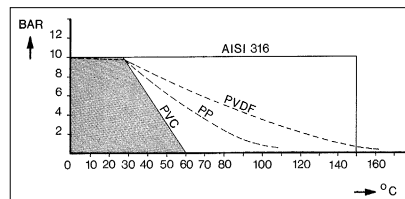

Fig. 2-2. Druck/Temperatur-Klasse
- Maximum : Abhängig vom gewählten Material (s. Abb. 2-2)
DRUCK : Siehe Abb. 2-2